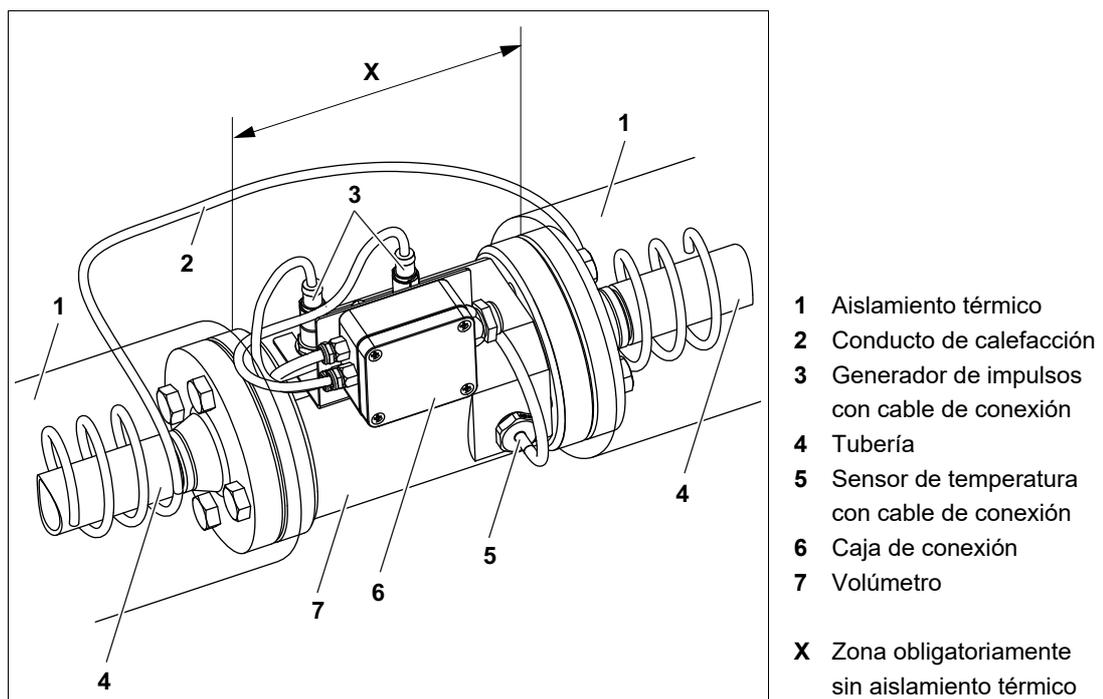

Fig. 1 Volúmetro con calefacción accesoria
- ▶ Asegúrese de que el generador de impulsos **3**, el sensor de temperatura **5**, la caja de conexión **6** y los cables correspondientes no estén aislados térmicamente, es decir, la zona **X** debe permanecer libre de aislamiento térmico, véase Fig. 1, página 9.